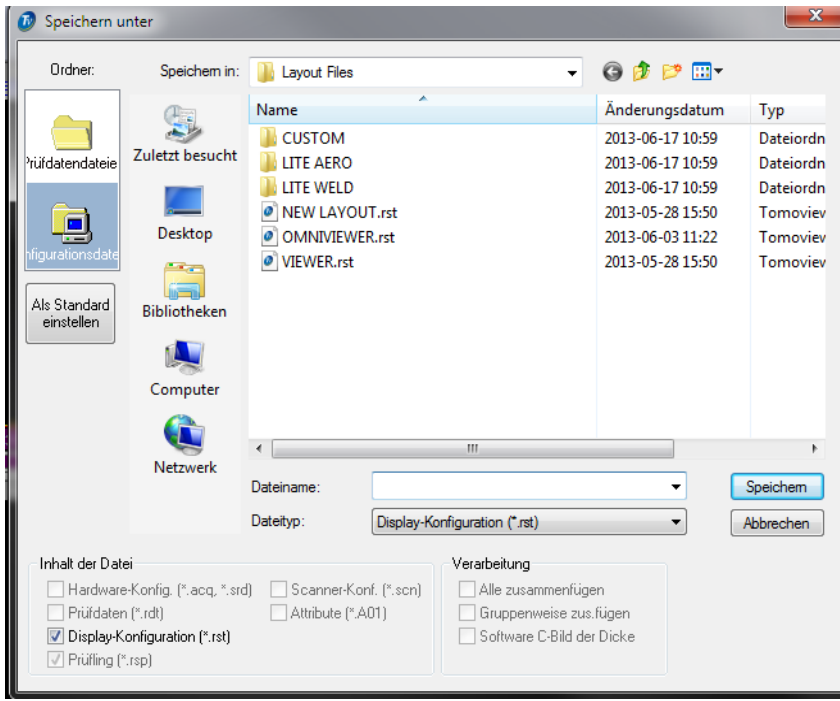

Abbildung 4-39 Dialogfeld Speichern unter
2. Im Dialogfeld **Speichern unter** (siehe Abbildung 4-39 auf Seite 280):